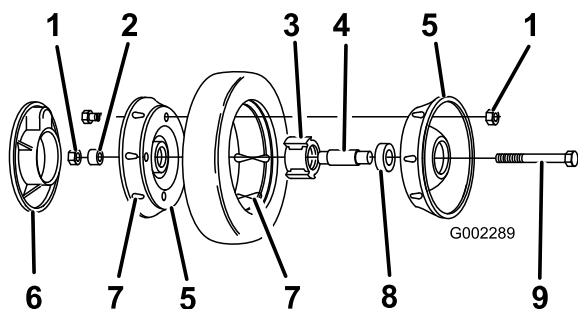

Figura 34
3. Retire el perno, el suplemento de la rueda y la contratuerca que monta la rueda al brazo de pivote (Figura 34).
4. Separe las mitades de la rueda del neumático retirando los 4 pernos y las 4 contratuercas (Figura 34).
Nota: Si retira los cojinetes del conjunto de cojinete/buje, retírelos apretando sobre el suplemento del cojinete (Figura 34).
1. Coloque el neumático en una mitad de rueda, alineando las orejetas en cada pieza (Figura 34).
2. Coloque el conjunto cojinete/buje en el hueco central de la mitad de la rueda. Asegúrese de que las patas del buje están posicionadas sobre la brida del hueco (Figura 34).
3. Coloque la otra mitad de la rueda sobre el conjunto cojinete/buje, alineando las orejetas de la rueda y del neumático y los taladros de montaje (Figura 34)
4. Usando 2 tornillos o pernos de rosca completa (1/4-20 x 1.50 pulgadas) y tuercas no de freno, conecte sin apretar las dos mitades de la rueda. Monte los tornillos o pernos en taladros opuestos (Figura 34).
sea uniforme, hasta que las mitades de la rueda estén juntas (Figura 34).
6. Instale los 2 pernos y 2 contratuercas que retiró anteriormente en los taladros restantes de las mitades de la rueda, y apriételes. Retire los dos tornillos o pernos largos y sustitúyalos por 2 pernos y 2 contratuercas (Figura 34).
7. Instale la rueda en el brazo de pivote con los pernos, un suplemento y una contratuerca. Asegúrese de que el suplemento está colocado entre el buje de la rueda y el brazo de pivote (Figura 34).